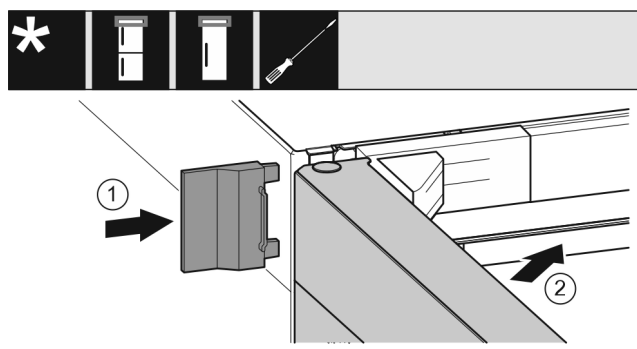

Fig. 26
- ▶ Navlecite zunanji pokrov Fig. 26 (1).
- ▶ Zaprite zgornja vrata Fig. 26 (2).